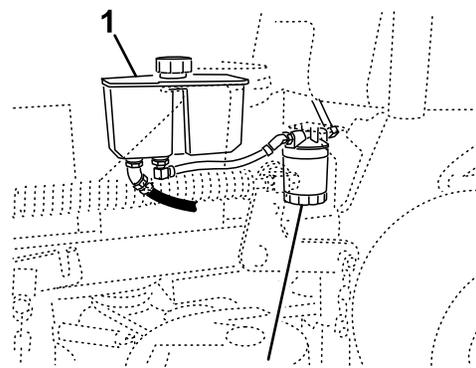

図 74
3. フィルタの取り付け部の下に廃油受けを置く（図 74）。